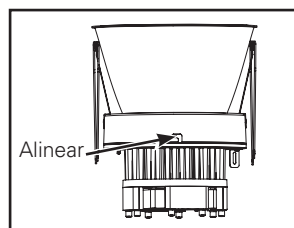

Figura 32.
3. Inserte el motor de la luminaria LED en la moldura inferior. Alinee las ranuras de la moldura con los orificios para los tornillos del motor (Figura 32.).